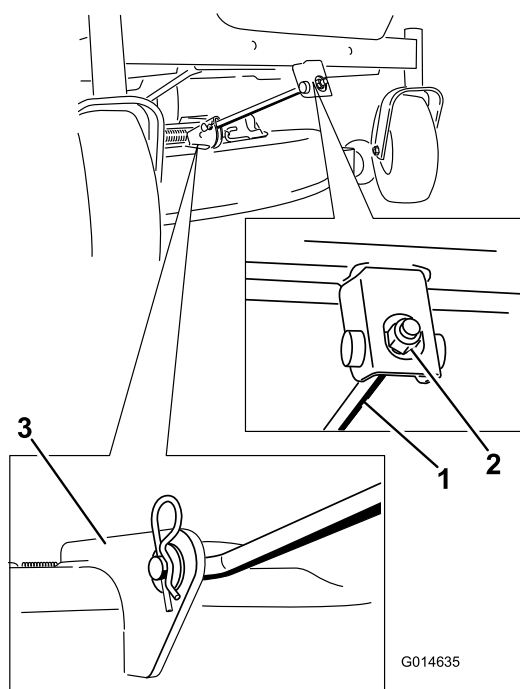

Figura 56
4. Rimuovete il perno con testa dall'asta di supporto frontale e rimuovete l'asta dalla staffa del piatto di taglio (Figura 56). Abbassate con cautela la parte anteriore del piatto di taglio fino al suolo.
6. Montate l'asta di sostegno anteriore sul piatto di taglio con il perno con testa e la coppiglia a forcina (Figura 56).